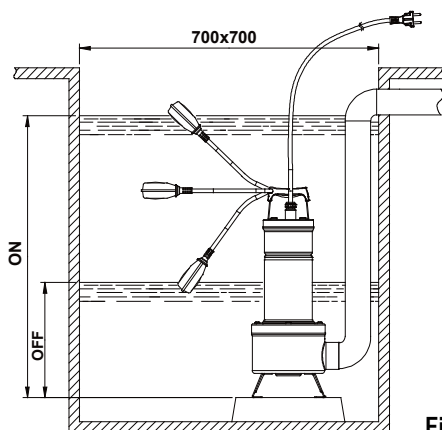

Fig.1
- 4.1 Daca pe fundul putului exista multa murdarie, atunci se recomanda montarea unui suport de sustinere pentru a evita infundarea grilei de aspiratie (**Fig.1**).